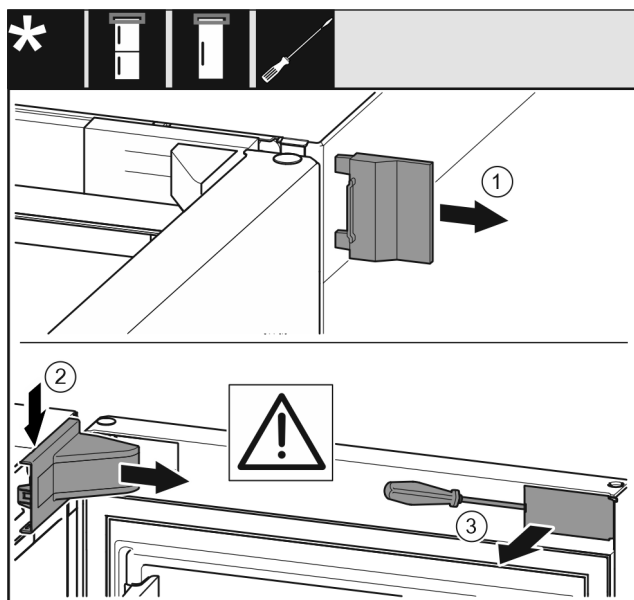

Fig. 10
► Tag den yderste afdækning Fig. 10 (1) af.
► Afhægt hængselsafdækningen Fig. 10 (2), og tag den af.
► Afhægt panelet Fig. 10 (3) med en kærveskruetrækker, og sving det til siden.